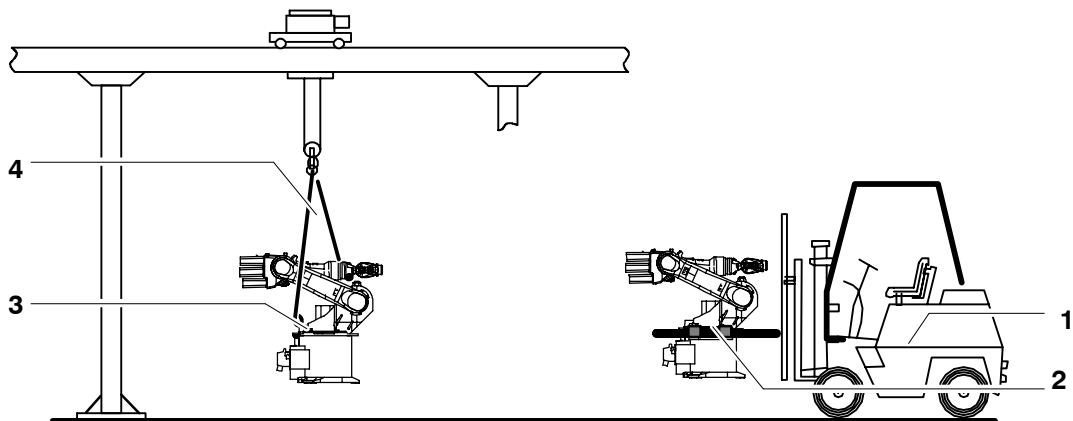

Fig. 41 Transport du robot monté au sol
- Avec un harnais de transport et une grue (Fig. 41, à gauche)
- Avec un chariot élévateur à fourches (Fig. 41, à droite)